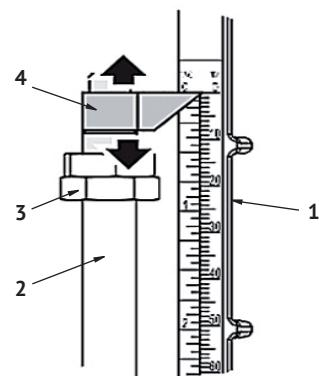

рис. 4
- проверить, что стрелка (рис. 4 поз.3) находится на нулевой отметке шкалы (рис.4 поз.1)
б) установка фиксированной глубины сверления (см. рис.4):
- скрутить нижнюю гайку (рис.4 поз.3) до тех пор, пока при касании ею стопора (рис.1 поз.22), стрелка не остановится на значении нужной глубины по шкале (рис.4 поз.1);